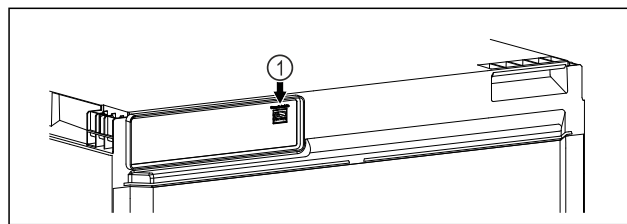

Fig. 16
- SmartModule Fig. 16 (1) è inserito.